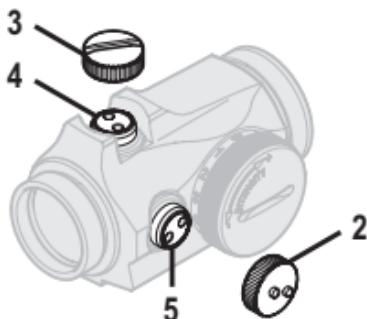

Fig. 2 Retrait des caches
- a Ouvrez les protège-lentilles (11) et (12).
- b Tournez le commutateur (8) dans le sens des aiguilles d'une montre jusqu'à ce que le point rouge contraste suffisamment avec la cible.
- c Pour accéder aux vis de réglage en site (4) et en azimut (5), retirez le cache de réglage (2) et le couvercle (3). Voir Fig. 2.